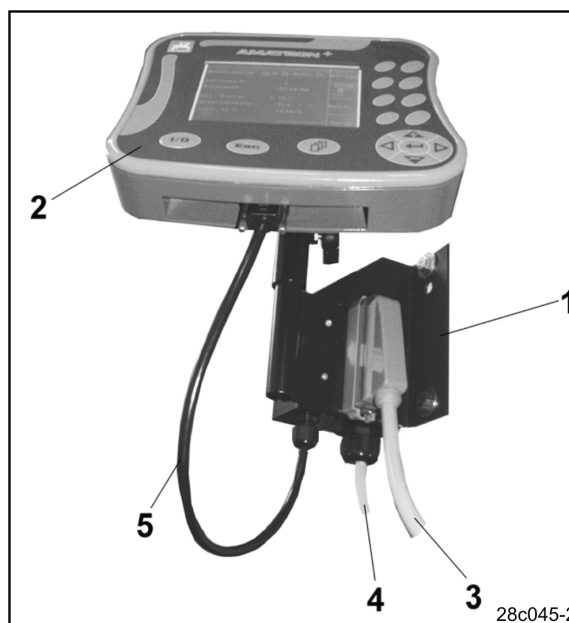
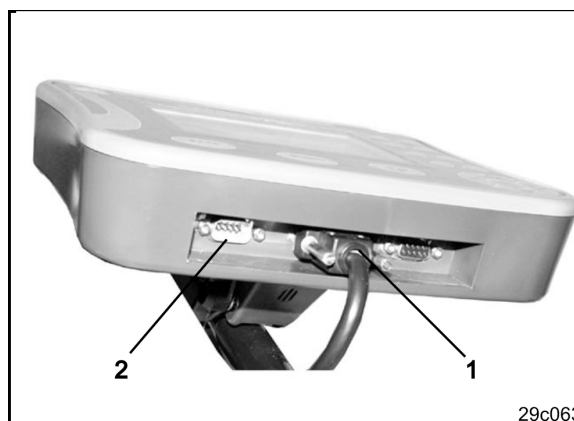

Рис. 3
Рис. 4
Например (рис. 3/6)
- Рисунок 3
Терминал (Рис. 3/2) является универсальным устройством, которое может подключаться ко всем агрегатам **AMAZONE**, оснащенным рабочим компьютером **AMATRON⁺**.
Порядок подключения терминала (Рис. 3/2) и консоли (Рис. 3/1):
1. Подключите сеялку через штекерный разъем (Рис. 3/3) агрегата
2. Подключите кабель (Рис. 3/4), предназначенный для подключения к аккумулятору трактора. Указания по электропитанию см. в гл. 3.3
3. Подключите соединительный кабель (Рис. 3/5) к терминалу (Рис. 3/2).
4. Вставьте штекер соединительного кабеля (Рис. 3/5) в среднее 9-полюсное гнездо Sub-D (Рис. 4/1).
Наличие серийного разъема (Рис. 4/2) позволяет подключать терминал GPS.